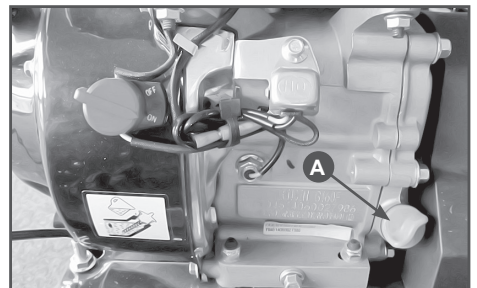

Рис.10 Заправка маслом нового двигателя
2. Снимите крышку/щуп маслозаливной горловины (А) Рис.10.